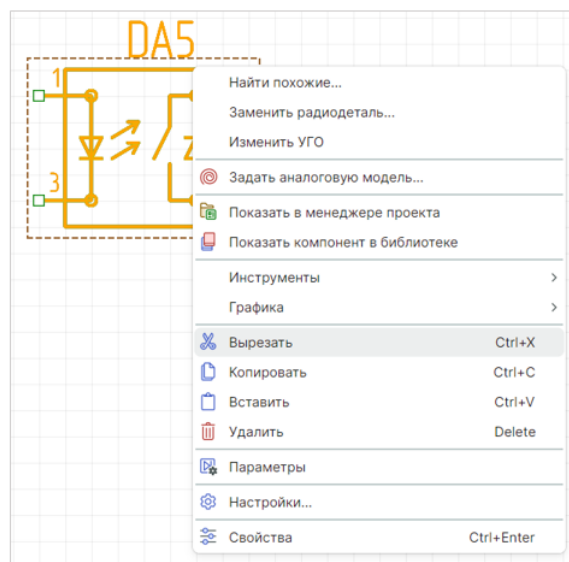

Рис. 204 Инструмент «Вырезать»
2. Вызовите контекстное меню и выберите пункт «Вырезать» или воспользуйтесь сочетанием клавиш «Ctrl+X», см. Рис. 204.